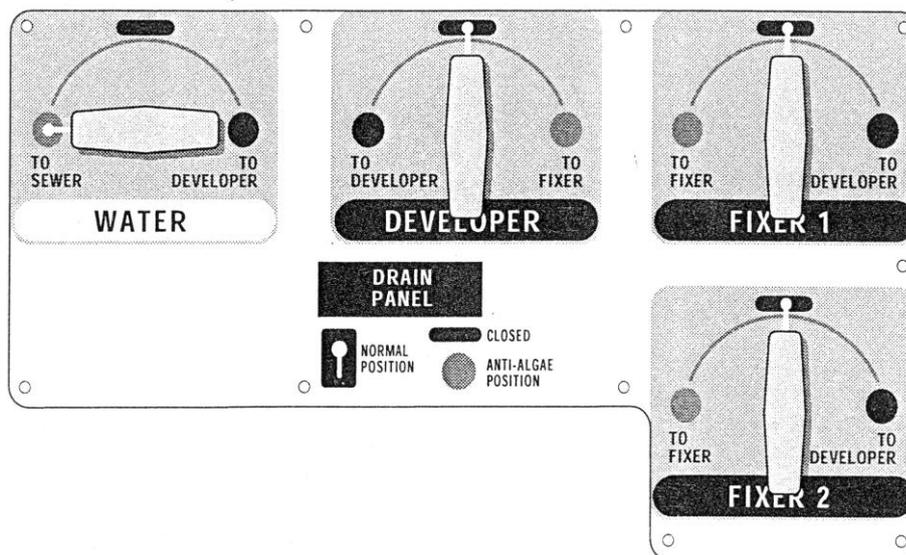

Рис.10
- Система раздельного слива химикатов, воды и чистящих средств (см. рис.10)